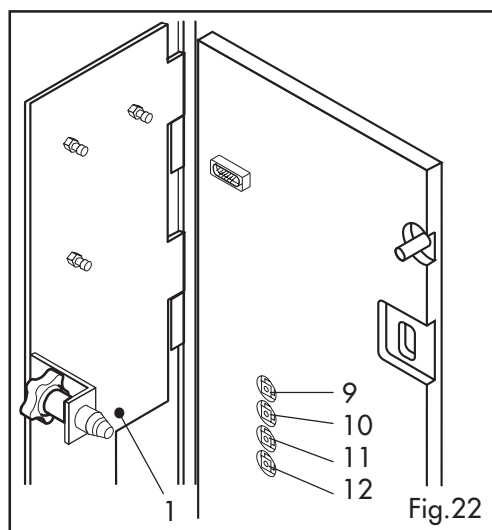

Fig.22
Houd de reset-toets ref. 12 (fig. 22) 3 seconden lang ingedrukt. Het apparaat zal dan een lange "bieptoon" afgeven.
Druk kort op de toegangstoets tot het programmeersysteem ref. 11 (fig. 22) om de reset te bevestigen en om de "bieptoon" te onderbreken. Als u niet op de toets ref. 11 drukt, dan stopt de "bieptoon" na 10 seconden en wordt de reset niet uitgevoerd. Als deze procedure toegepast wordt worden ook automatisch de tellers van de "**BLOKKERINGEN**" op nul gesteld.